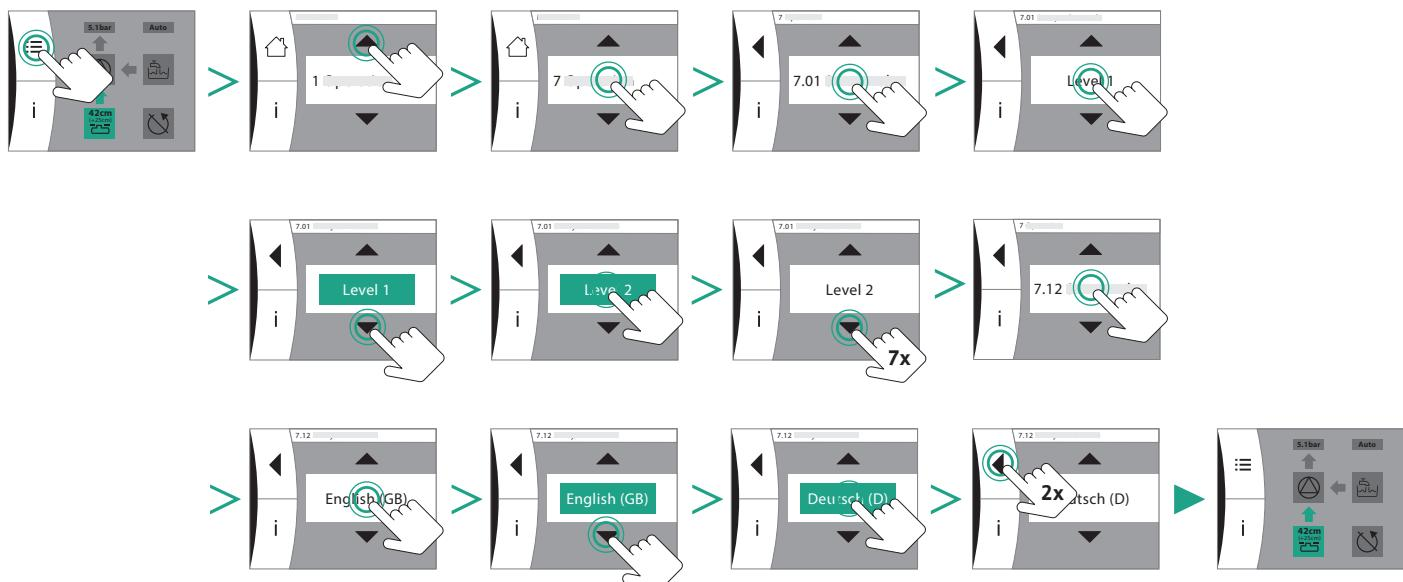

Fig. 24: Sprache einstellen
7. Bevorzugte Menüsprache auswählen (Fig. 24).